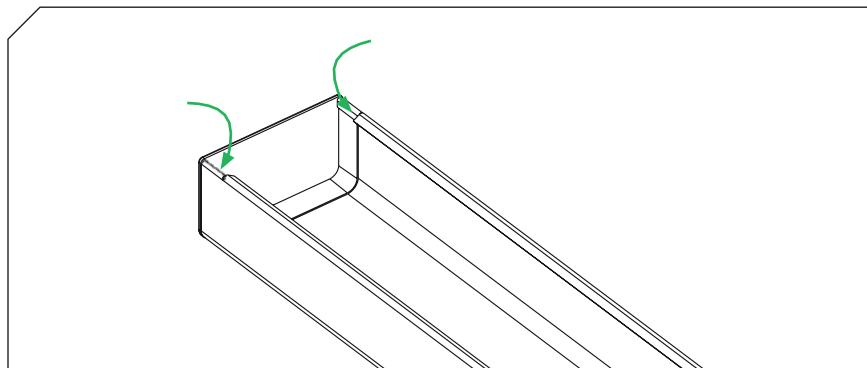

Рисунок 17
- 6.7. Зажмите надрезанные концы капельника по бокам от заглушки (рисунок 17)